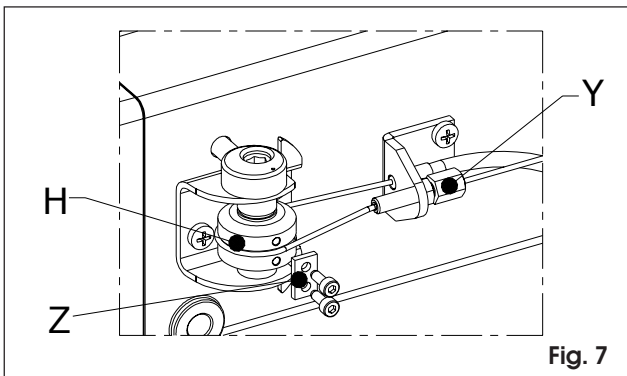

Fig. 7
- 9) Inserire il cavo **T** nel canalino del disco **H**, arrotolarlo intorno ad esso e farlo passare sotto il piattino **Z**, come in Fig.7.
- 9) Insert cable **T** into its seat on disc **H**, wind it around the disc and thread it under the cover **Z** as shown in Fig.7.
- 9) Engager le câble **T** dans la gorge du disque **H**, l'enrouler sur ce dernier et le faire passer sous la plaquette de retenue **Z**, comme indiqué en Fig.7.
- 9) Pasar el cable **T** por la ranura del disco **H**, enrollarlo en torno a éste y pasarlo bajo la guía **Z** (Fig. 7).
- 9) Kabel **T** in die Rille von Scheibe **H** einfädeln, um die Scheibe rollen und gem. Abb. 7 unter die Platte **Z** hindurchführen.